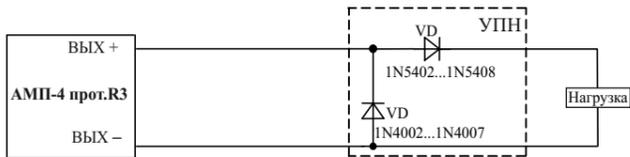

Рисунок 8
4.3.1 Выходы **ВЫХ. 1**, **ВЫХ. 2** для обеспечения контроля целостности выходных цепей в разрыв выходной цепи **непосредственно** к нагрузке должно быть подключено устройство подключения нагрузки (далее по тексту – УПН) в соответствии со схемой (Рисунок 8).